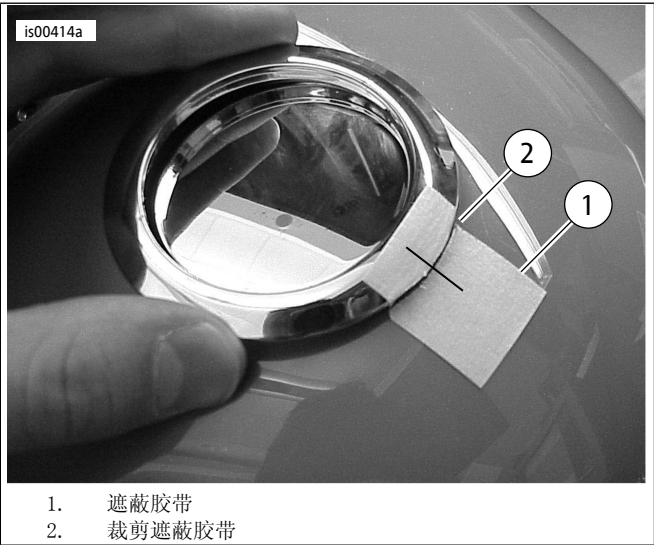

图3。对准装饰环并将其按压到位
7. 参见图3。使用遮蔽胶带(1) 或油彩笔标记装饰环的位置。